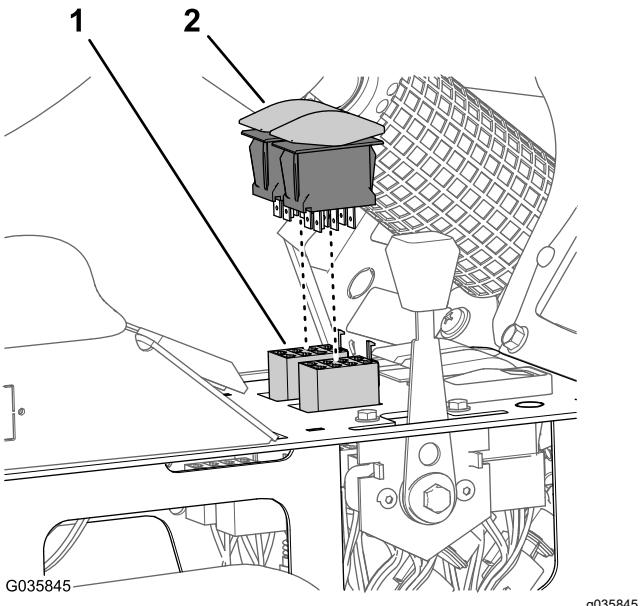

Figura 40
3. Desligue os conectores de 8 tomadas da cablagem para a máquina dos interruptores de elevação da rampa para os circuitos de controlo de elevação da rampa esquerda e direita (Figura 40).
4. Ligue os interruptores osciladores nos conectores de 8 tomadas da cablagem para o kit de acabamento Ultra Sonic Boom (Figura 40).
5. Insira os interruptores de elevação da rampa nas aberturas no painel da consola central até os interruptores ficarem bem presos (Figura 40).